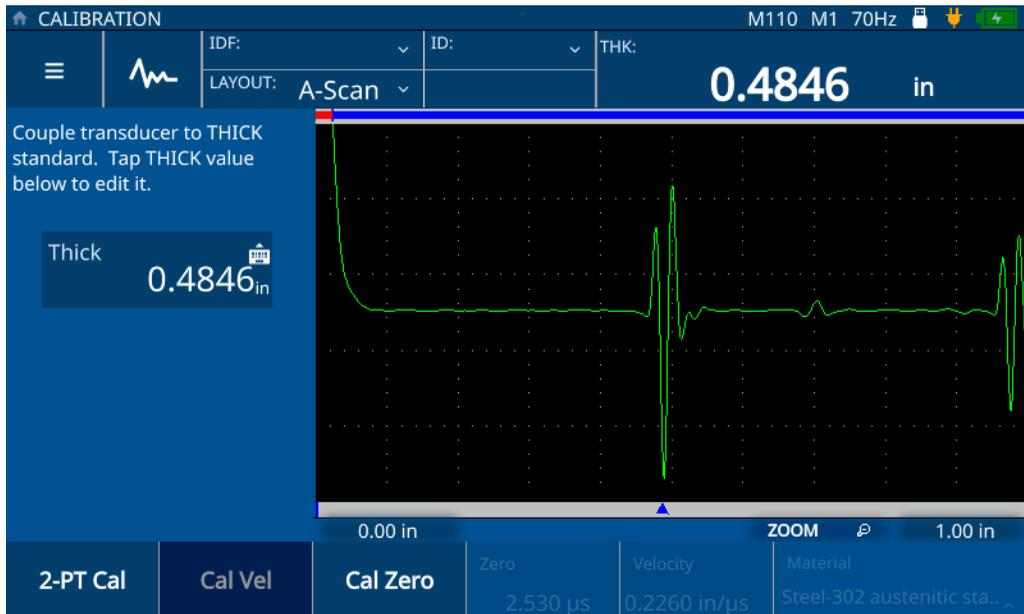

Abbildung 5-2 Justieren der Schallgeschwindigkeit
4. Befolgen Sie die angezeigten Justieranweisungen und koppeln Sie den Messkopf an das Prüfteil mit bekannter maximaler Dicke (siehe Abbildung 5-2 auf Seite 47).